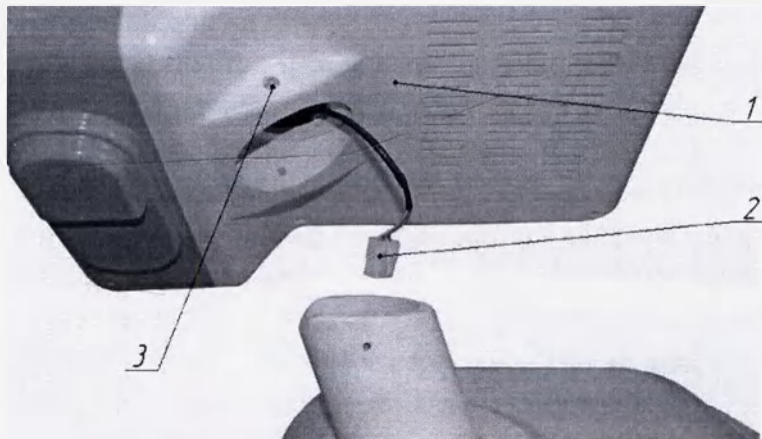

Рис. 4.
6.3.7. Установить монитор поз. 1 (см. рис. 4) на аппарат, подключив разъём поз. 2 к ответной части на аппарате. Закрепить монитор двумя винтами в отверстиях поз. 3.